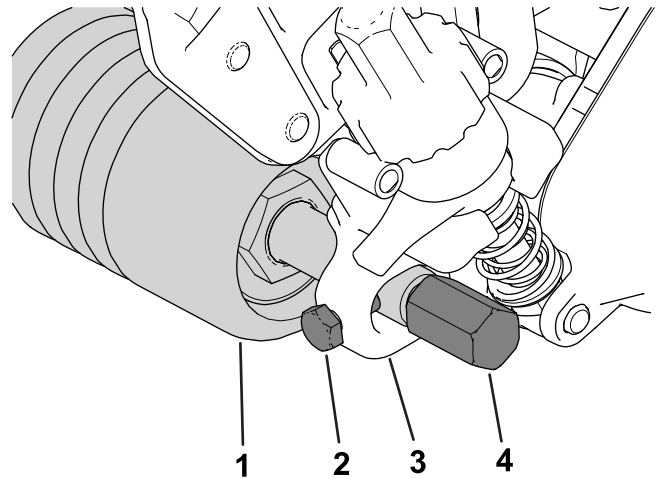
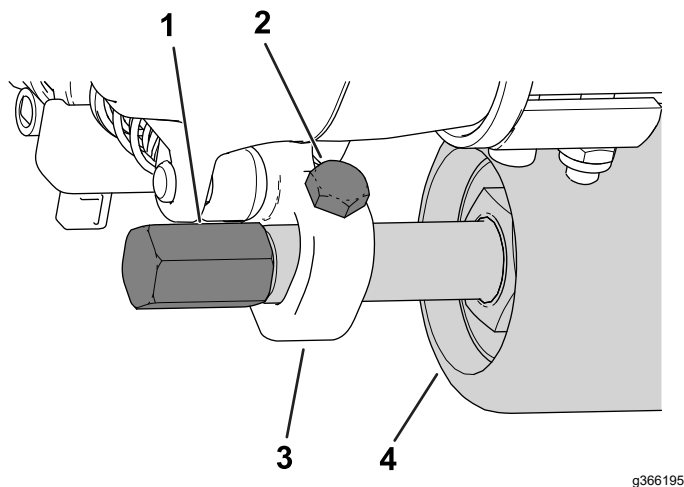

Figura 14
Figura 15
5. Inserte y centre el eje del rodillo entre los soportes de altura de corte (ADC) y fíjelo con 2 tornillos de montaje (Figura 14 o Figura 15).
Puede instalar los tornillos de montaje en el lateral delantero (tal y como se muestra en la Figura 14) o en el lateral trasero (Figura 15) de los soportes de ADC. Al instalar los tornillos en el lateral delantero, el groomer podrá despejar el rodillo; al instalarlos en el lateral trasero, el groomer se entrelazará con el rodillo.
- Fije los protectores del groomer a cada lado del eje del rodillo (Figura 14).